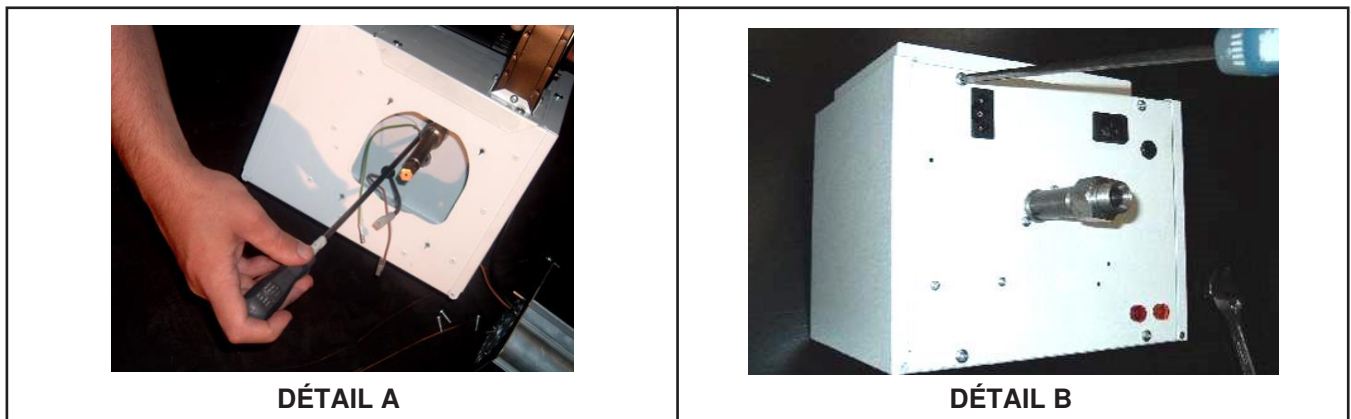

Figure 28. Retrait de la vanne de gaz combinée—modèle VPS
- (1) Débranchez les tubes en silicone du pressostat.
- (2) Retirez et conservez les deux vis qui retiennent l'avant de la vanne de gaz (voir Figure 28, DÉTAIL A).
- (3) Retirez et conservez les quatre vis qui fixent le panneau arrière sur l'armoire du brûleur (voir Figure 28, DÉTAIL B).
- (4) Marquez et débranchez les connexions de câblage de la vanne de gaz.
- (5) Retirez le support de jet et l'entrée de gaz de la vanne à gaz existante. Installez le porte-jet et l'entrée de gaz sur la vanne de remplacement.
- (6) Installer la vanne de gaz de remplacement et rebrancher le câblage de la vanne.
- (7) Réinstallez le panneau arrière sur l'armoire du brûleur et fixez-le à l'aide des quatre vis existantes.
- (8) Réinstallez les deux vis existantes qui fixent l'avant de la vanne de gaz.
- (9) Réinstallez le tube en silicone sur le pressostat.